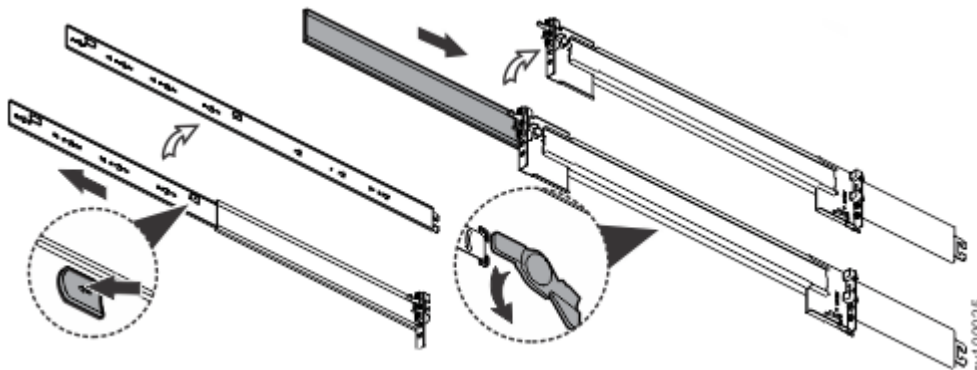

Figura 22. Removendo a seção interna do trilho
3. Remova a seção interna de um trilho de 3 partes, conforme mostrado em Figura 22 na página 21.